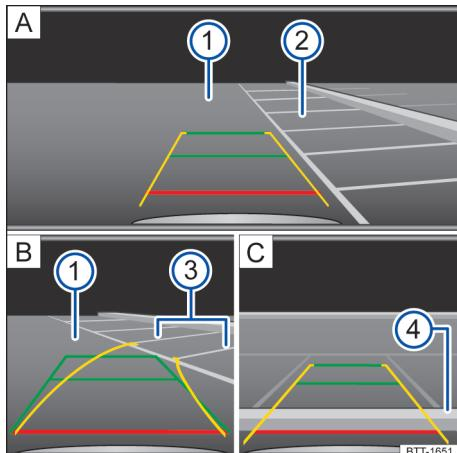

Fig. 128 Exibição do display do sistema Infotainment: estacionar com a câmera de marcha a ré.
Legenda para → Fig. 128:
- Posicionar o veículo em frente à vaga de estacionamento → Fig. 128 [A] (2).
- Dirigir de modo que as linhas amarelas conduzam à vaga de estacionamento. As linhas verdes e amarelas devem coincidir com as linhas de limitação laterais → Fig. 128 [B] (3).
- Parar quando a linha vermelha alcançar o limite traseiro → Fig. 128 [C] (4).